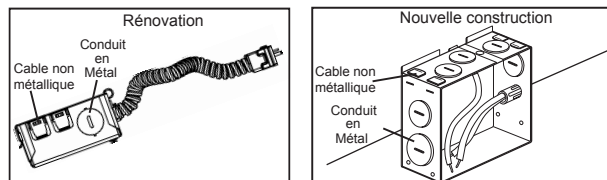

Figure 15
**Étape 2.** Retirez le couvercle du boîtier du compartiment. Retirez la ou les entrées défonçables nécessaires au type d'alimentation électrique employé (Fig. 15).